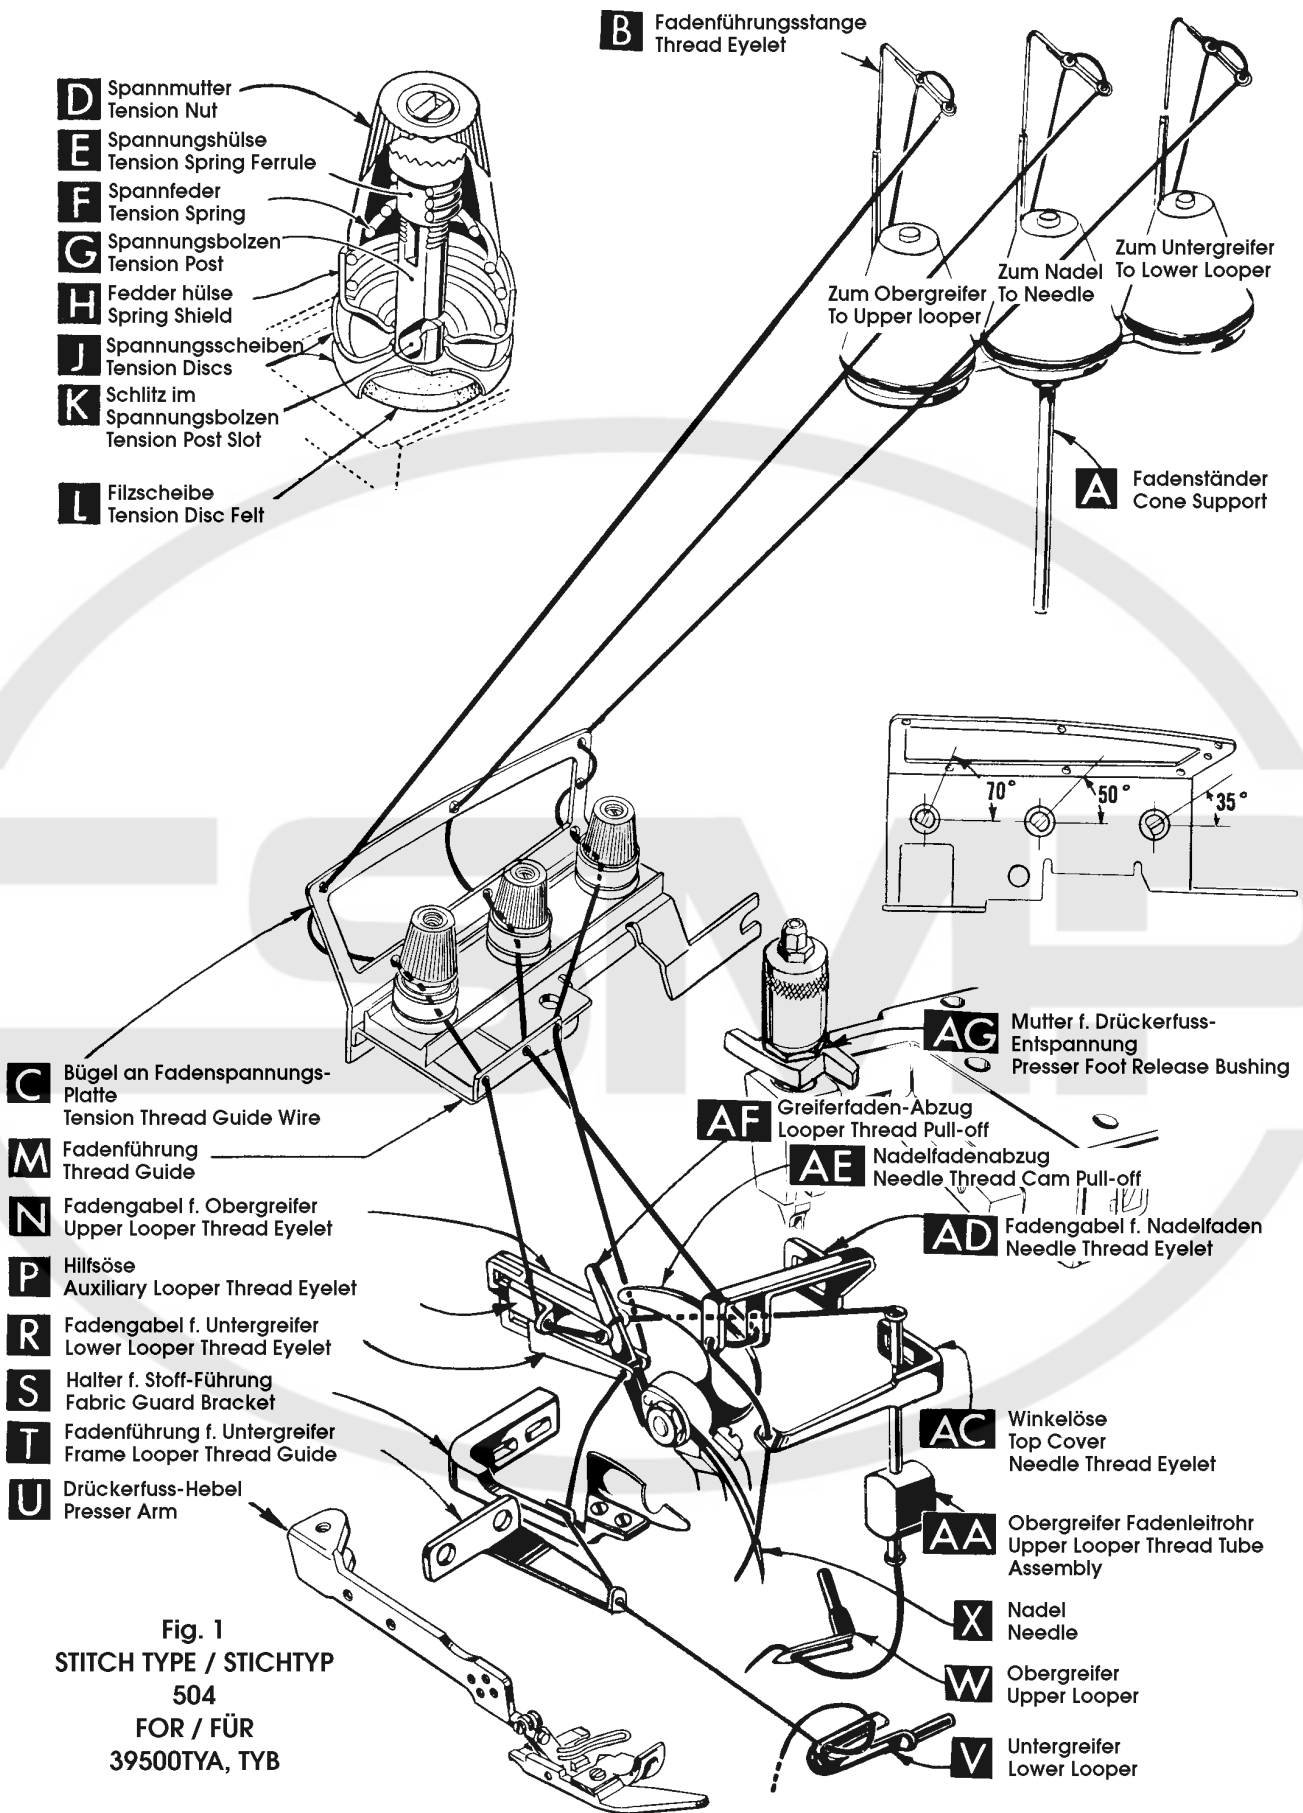

Fig. 1
Release pressure on presser foot by turning presser foot release bushing (AG, Fig 1) and swing presser arm (U) out of position. Turn handwheel in operating direction until the needle is at its lowest point of travel. Using hexagonal socket wrench No. 21388AU, furnished with machine, loosen needle clamp nut about 1/4 turn. Turn handwheel again until the needle is at high position; withdraw the needle.
Return presser arm (U, Fig. 1) to position, relock presser foot release bushing (AG).
After thread comes from cones on cone support (A, Fig1) it is brought up through back hole of thread eyelet bars (B), then down through the front hole of thread eyelet bars.
Only parts involved in threading are shown in the threading diagram (Fig. 1).
Be sure the threads, as they come from the tension thread guide (C), are between the tension discs (J) and in diagonal slots (K) in tension posts (G). The tension posts should be positioned so the tension post slot will be at the approximate angle for the different threads as indicated in Fig. 1.
Quite la presión del pie prensatela girando el manguito (AG, Fig. 1) hacia la izquierda. Gire el brazo del pie prensatela (U) hacia la izquierda. Gire el volante en dirección de operación hasta que la aguja se encuentre en su punto muerto inferior. Suelte la tuerca que fija la aguja con la llave hexagonal No. 21388AU que viene con los accesorios, girándola aproximadamente ¼" hacia la izquierda. Siga girando el volante hasta que la aguja se encuentre en su punto muerto superior y quite la aguja.
Regrese el brazo del pie prensatela (U, Fig. 1) a su posición normal y gire el manguito (AG) hacia la derecha.
Se enhebra el hilo desde los conos en los platos (A, Fig1) desde abajo hacia arriba a traves del ojete trasero en la barra guía hilo (B) y después desde arriba hacia abajo a traves del ojete delantero.
La ilustración para enhebrar (Fig. 1) demuestra solamente las piezas por las cuales pasa el hilo.
Debería fijarse que los hilos que vienen desde la guía de tensión (C), se encuentren entre los discos de tensión (J) y pasen por la ranura en el poste de tensión (G). Los postes de tensión deberían ser ajustados para que las ranuras en los postes tengan aproximadamente el mismo ángulo como se demuestra en la Fig. 1.
Thread lower looper thread through the right eyelet of front thread guide (M, Fig. 1).
Thread lower looper thread through the left eyelet of front thread guide (M, Fig. 1).
Turn handwheel until point of upper looper (W, Fig. 1) is all the way left. Lead thread through auxiliary looper thread eyelet (P) from back to front, then through both eyes of upper looper thread eyelet (N) from left to right.
Thread needle thread through the middle eyelet of front thread guide (M, Fig. 1). Turn handwheel in operating direction until needle (X) is at its highest position. Insert needle thread from right to left, through both eyes of needle thread eyelet (AD), under neck of top cover casting; then down through hole in top cover needle thread eyelet (AC). Thread needle from the front.
The amount of tension on needle and looper threads is regulated by the tension nuts (D, Fig. 1). Tension on threads should be only enough to secure proper stitch formation.
Enhebre el hilo del looper inferior a través del ojete derecho en la guía del hilo delantera (M, Fig. 1).
Enhebre el hilo del looper superior a través del ojete izquierdo en la guía del hilo delantera (M, Fig. 1).
Gire el volante hasta que la punta del looper superior (W, Fig. 1) se encuentre en su posición a la extrema izquierda. Enhebre el hilo desde atrás hacia delante a través de la guía adicional (P) y después desde la izquierda hacia la derecha a través de los dos ojetes en la horquilla del looper superior (N).
Enhebre el hilo de la aguja a través del ojete de en medio en la guía del hilo delantera (M, Fig. 1). Gire el volante en sentido de operación hasta que la aguja (X) se encuentre en su punto muerto superior. Enhebre el hilo desde la derecha hacia la izquierda por los dos ojetes en la horquilla de hilo (AD) debajo del cuello en la tapa de la maquina, después desde arriba hacia abajo por el ojete en el guía hilo (AC) en la tapa de la maquina y finalmente desde atrás hacia delante por el ojo de la aguja.
Las tensiones de los hilos de la aguja y de los looper se ajustan con la tuerca del ajuste de la tensión (D, Fig. 1). La tensión ebria ser solamente tan fuerte para que se forma una puntada correcta.